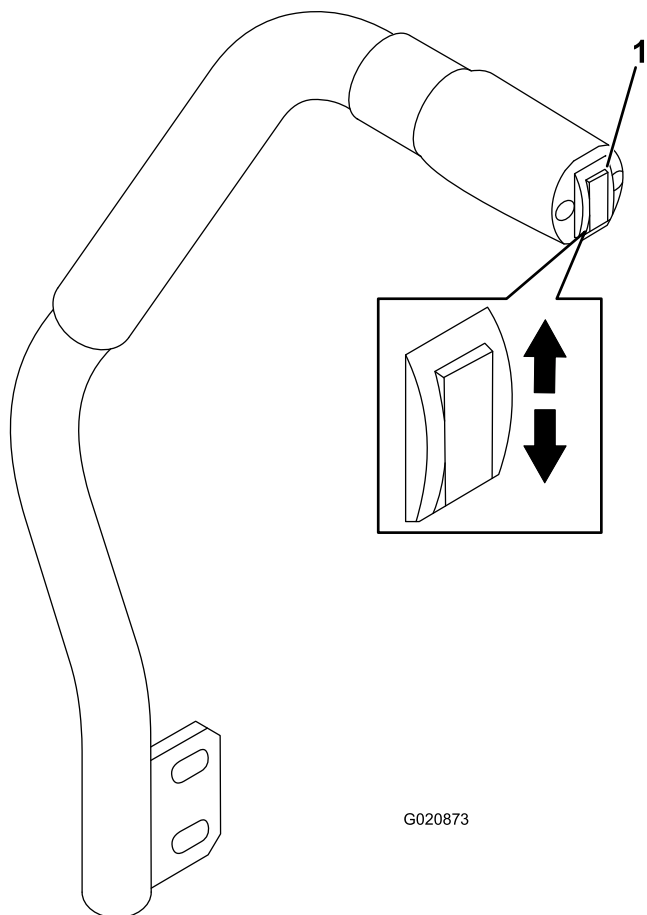

図 18
デッキ昇降スイッチはデッキ（アタッチメント）の昇降を行うスイッチです（図 18）。このレバーは、エンジンが掛かっていないと使用できません。
- ・ デッキを下降させるには、スイッチを下に押す (図 18)。
- ・ デッキを上昇させるには、スイッチを上を押す (図 18)。
1. エンジンを始動し、デッキの昇降スイッチを上を押してデッキを一番高い位置まで上昇させたら**すぐにスイッチから手を離す** (図 18)。